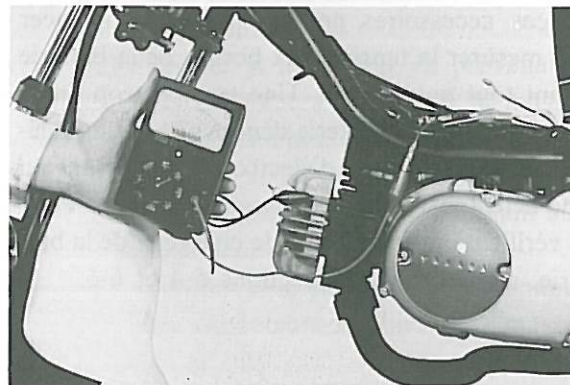

Fig. 6-6-2
- b. Connect positive (+) test lead to yellow and green wire from magneto and negative (-) test lead to a good ground on engine. Read the resistance on ohms scale. (Fig. 6-6-2)
- b. Raccorder le fil positif (+) du contrôleur aux fils jaunes et verts en provenance du volant magnétique, et mettre son fil négatif (-) à la masse sur le moteur. Noter chaque fois la résistance indiquée sur l'échelle " $\Omega \times 1$ ". (Fig. 6-6-2)
- b. Positive (+) Leitung des Prüfers an die gelbe und grüne Leitung vom Schwungradmagnetzünder, und die negative (-) Leitung des Prüfers einwandfrei an Masse anschließen. Der Widerstand wird auf der Ohmskala angezeigt. (Fig. 6-6-2)